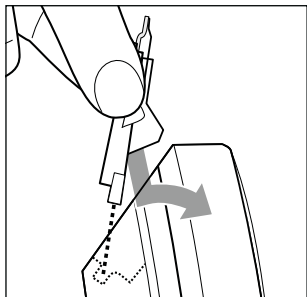

Fig. 10
- 6) Før næsen på skærehovedet **1** ind under kabinettets bagkant. Tryk skærehovedet **1** ned i næsens holder og derefter fremad, indtil det klikker hørbart på plads (se fig. 10).